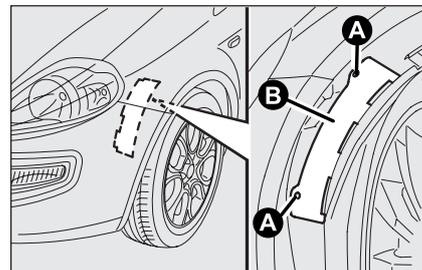

fig. 20
Anteriori fig. 20
- svitare i dispositivi di bloccaggio **A-fig. 20** quindi sfilare lo sportello di accesso **B**;
- montare lo sportello **B-fig. 20** quindi avvitare i dispositivi di bloccaggio **A**.